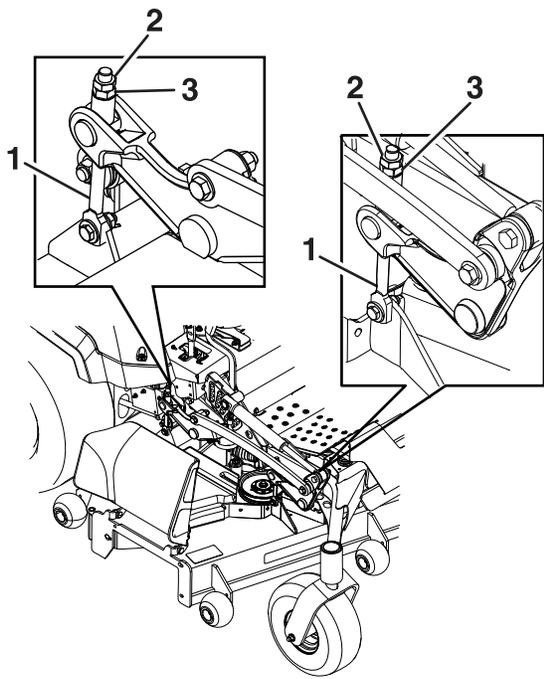

Figure 82
- Ajustez précisément le serrage de l'écrou de réglage sur l'ensemble de levage du plateau avant (Figure 82).